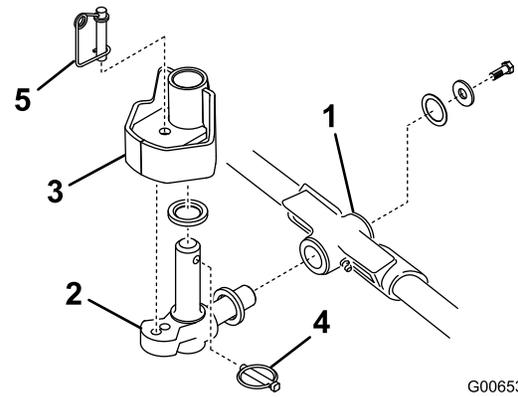

図 17
1. スラスト・ワッシャを、ピボット・ナックルの水平シャフトに差し込む図 17。
2. ピボット・ナックルの水平シャフトをキャリア・フレームの取り付け穴に差し込む (図 17)。
3. スラスト・ワッシャ、平ワッシャ、フランジヘッドネジを使って、ピボット・ナックルをキャリア・フレームに固定する (図 17)。
4. ピボット・ナックルの垂直シャフトにスラスト・ワッシャを差し込む図 17。
5. ピボット・ナックルの垂直シャフトを外している場合には、ここで昇降アームのピボット・ハブに差し込む (図 17)。昇降アームのステアリング・プレートの下にある2枚のゴム製センターリングバンパーの間に、ピボット・ナックルを挟む。
6. ピボット・ナックルのシャフトに付いている穴にリンチ・ピンを差し込む (図 17)。
注 カuttingユニットを固定モードで使用する場合には、ステアリング・ロック・ピンをピボット・ナックルの取り付け穴に差し込んでください(図 17)。
11. ステアリング・ロック・ピンの下にスプリングを掛ける(図 17)。